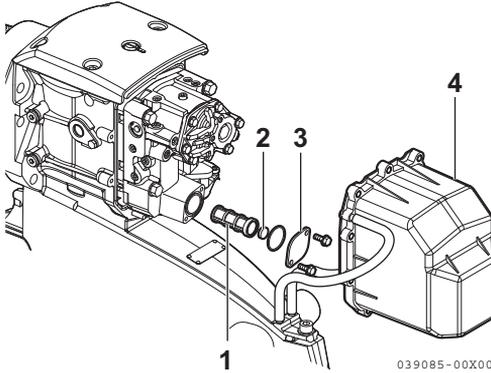

Figura 13
8. Rimuovere il coperchio della piastra della scatola (4, **Figura 13**), il coperchio del filtro (3, **Figura 13**), la calamita (2, **Figura 13**) e il filtro (1, **Figura 13**). Pulire o sostituire filtro e calamita.